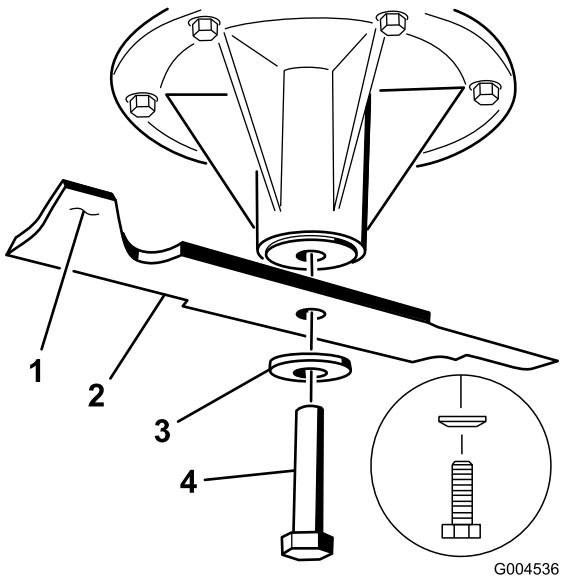

Figura 97
2. Verifique el equilibrio de la cuchilla colocándola sobre un equilibrador de cuchillas (Figura 96). Si la cuchilla se mantiene horizontal, está equilibrada y puede utilizarse. Si la cuchilla no está equilibrada, rebaje algo el metal en la parte de la vela solamente (Figura 97). Repita este procedimiento hasta que la cuchilla esté equilibrada.
- Instale la cuchilla en el eje (Figura 97).
- Instale la arandela de muelle y el perno de la cuchilla. El cono de la arandela de muelle debe estar orientado hacia la cabeza del perno (Figura 97). Apriete el perno de la cuchilla a 115–150 Nm (85–110 pies-libra).